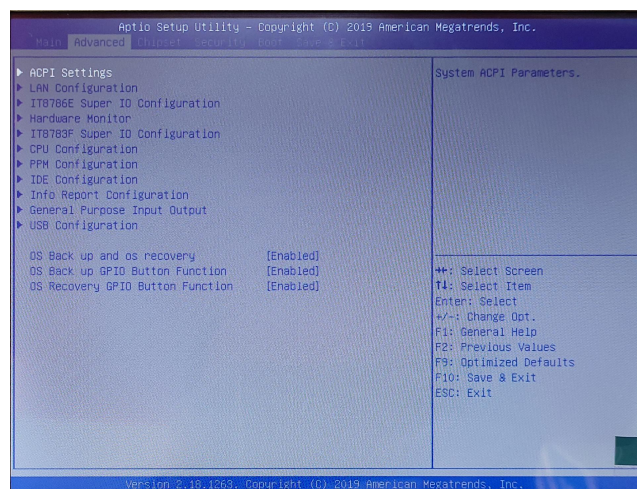

图 4 操作界面
(1) 检查工作：① 由于备份及还原操作过程中机器均不能外接存储设备，在操作之前务必先检查确认 USB 接口未连接外部存储设备，如 U 盘等，否则备份还原会出现错误；② 保证硬盘内存容量大小不小于 64G；
(2) 按电源键开机或上电开机后，连续重复按键盘上的 delete 键进入 BIOS，切换到还原操作界面（如图 4 所示）打开备份还原设置 OS Back up and os recovery, 更改状态为 Enable；